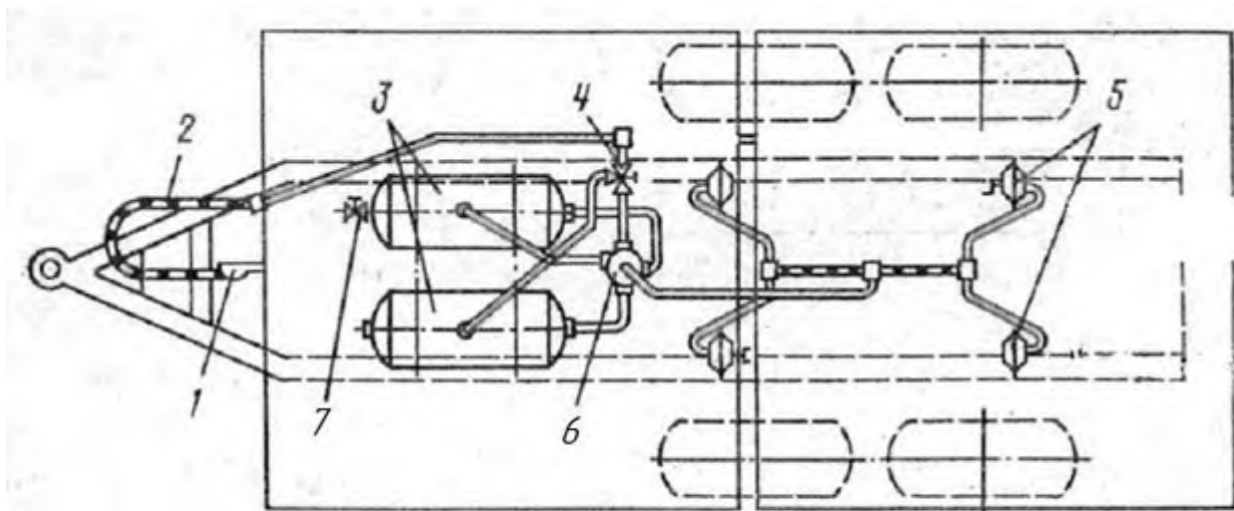

Рис.2 Пневматическая схема полуприцепа
4.6 Пневматический привод колесных тормозов выполнен по однопроводной схеме (рис.2). Он автоматически приводит в действие колесные тормоза полуприцепа и, кроме того, предназначен для аварийного торможения при отрыве от трактора.